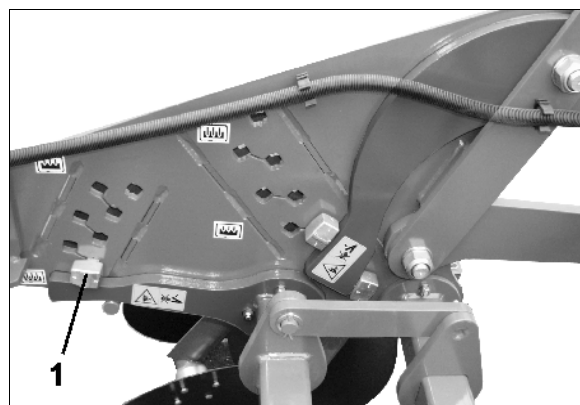

Fig. 30
Skålenes dybderegulering skjer i forhold til den bakmonterte trommelen, med en eksenterbolt på den bakerste skålrekkes hullbjelke (Fig. 30).
- Ved å flytte eksenterbolten (Fig. 30/1)
- Ved å dreie eksenterbolten (Fig. 30/1)